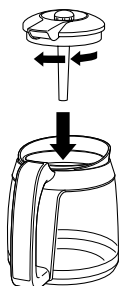
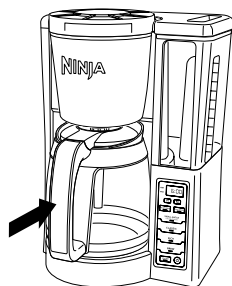

Fig. 4
Fig. 5
- 5 Placez le couvercle sur la carafe et tournez-le dans le sens horaire afin de s'assurer qu'il est bien en place (**Fig. 4**). Puis placez la carafe sous le panier à infusion (**Fig. 5**).